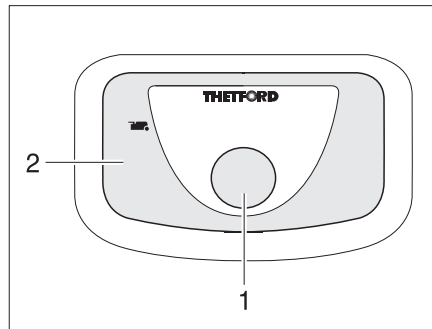

Bild 255 Spolknapp/kontrollampa
- För att spola, tryck på den blå spolknappen (Bild 255,1).
Kontrollampan (Bild 255,2) lyser när Thetford-kassetten måste tömmas.
- Skjut spjällspaken (Bild 255,1) medurs. Spjället stängs. För att kunna tömma toaletten **måste** spjället vara stängt i Thetford-toaletten.